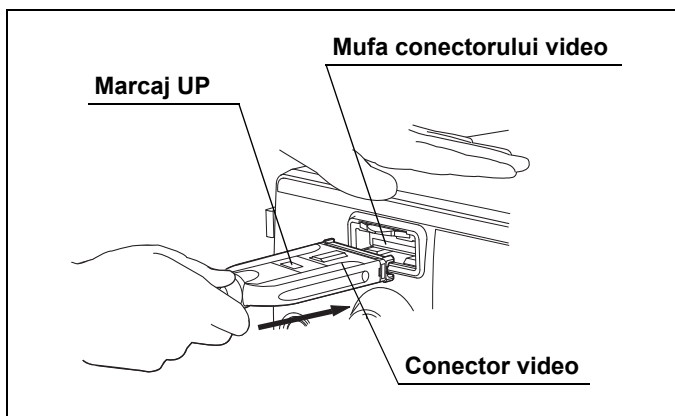

Figura 3.4
- 4** Cu o mână, țineți în poziție fixă sistemul video central. Cu cealaltă mână, împingeți fișa video în conectorul video, până se fixează în poziție. (Vezi figura 3.4)